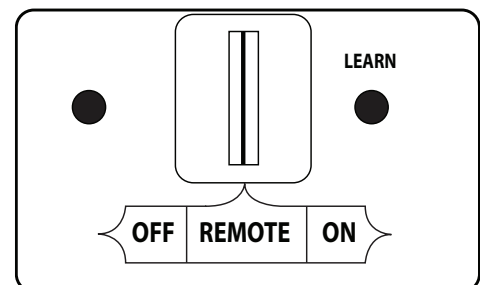

Fig. 30-2 Détail récepteur de télécommande (REMOTE)
1. Assurer la veilleuse est allumée. Ensuite, localisez le commutateur à 3 positions sur le récepteur de la télécommande (voir Fig. 30-2), Et faites glisser le commutateur sur la position **REMOTE**.